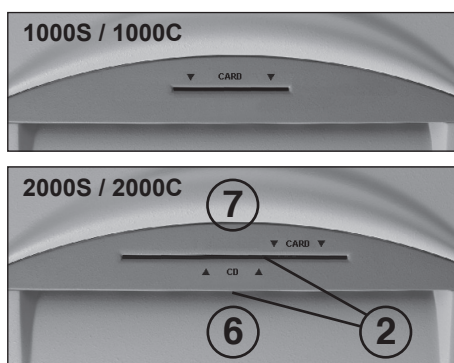

Рис. 2
- 2 = **Светодатчик** (для движения вперед) (рис. 2)
- подавать бумагу в режущий механизм через приемное отверстие для подачи бумаги (6) (рис. 2)
- подавать носители информации (CD, DVD или кредитные карточки) по одному в режущий механизм через отдельно расположенное безопасное приемное отверстие (7) (рис. 2).